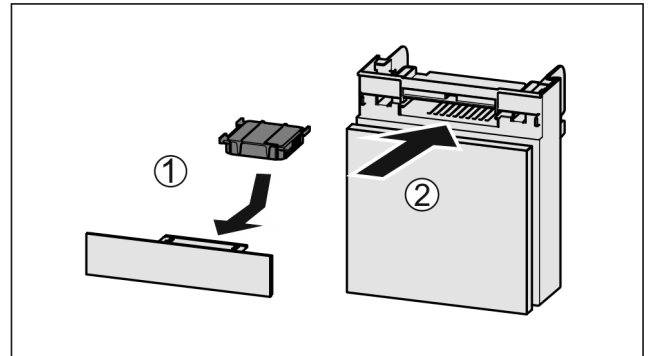

Fig. 104
- ▶ Helyezze be Fig. 104 (1) az aktívszén-szűrőt az ábrán látható módon.
- ▶ Tolja be Fig. 104 (2) a rekeszt.